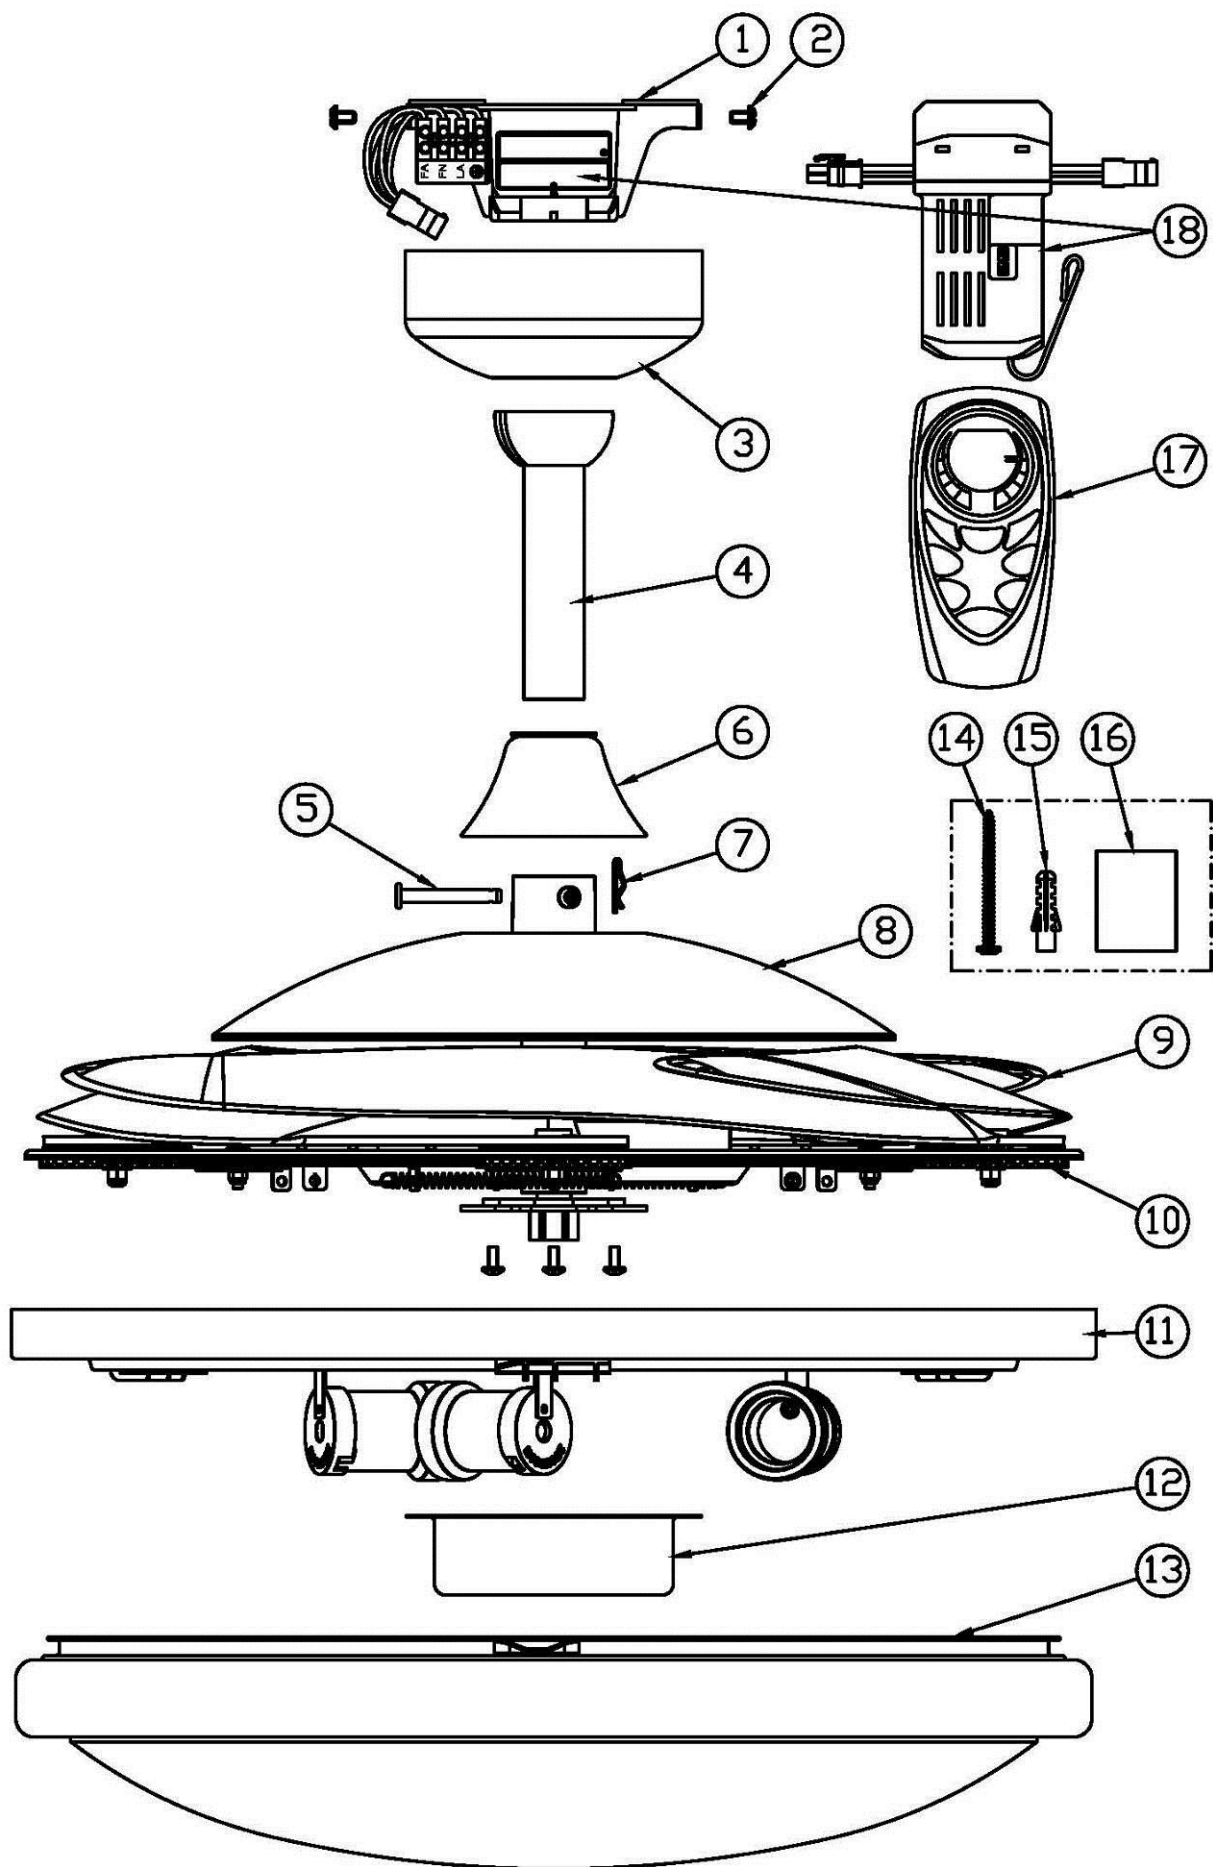

Abbildung 1
Packen Sie den Deckenventilator aus und verschaffen Sie sich einen Überblick über die Teile. Siehe ABBILDUNG 1.
- 1) Abdeckung zur Decke (Nr. 3 – Abbildung 1) durch Lockerung der 2 Schrauben mit Einkerbungen entfernen.
- 1) Das Hängerohr durch die Deckenabdeckung (Nr. 3 – Abbildung 1) und die Abdeckung für Bolzen und Sicherungsstift (Nr. 6 – Abbildung 1) führen.
- 3) Das Hängerohr (Nr. 4 – Abbildung 1) bis zur Spitze der Einheit einführen (Nr. 8 – Abbildung 1), die Löcher der Einheit auf die Löcher des Hängerohrs ausrichten und den Bolzen einführen (Nr. 5 – Abbildung 1). Dann den Sicherungsstift (Nr. 7 – Abbildung 1) auf das Bolzenende stecken.
- 2) Die Empfängereinheit für die Fernbedienung in die Deckenplatte einführen (Nr. 1 – Abbildung 1)